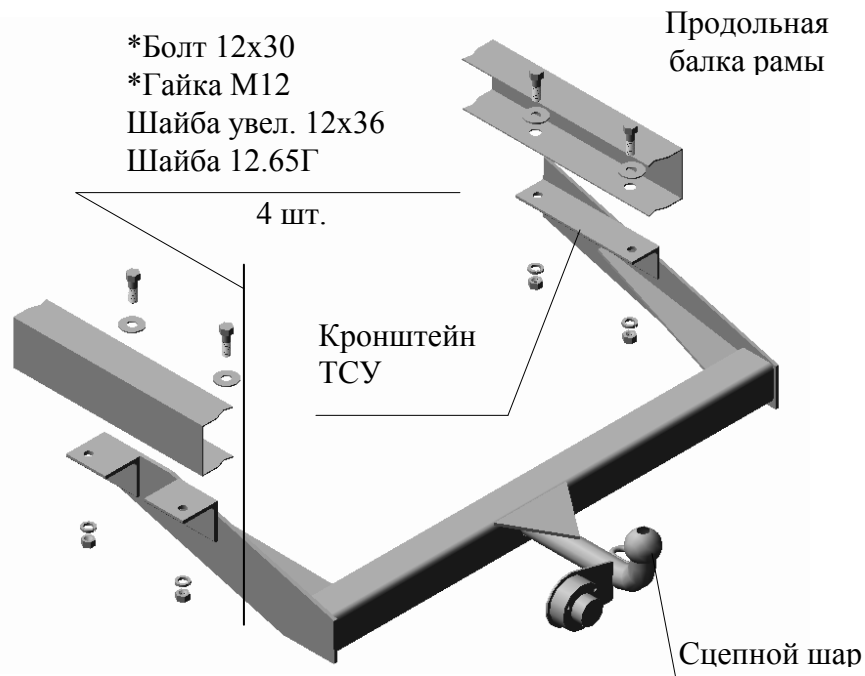

Рис.1 Тягово-сцепное устройство ТСУ 2705.02
2.2 Пакет комплектующих (см.рис.1)	1 шт.
4.2 Наметить и просверлить четыре отверстия диаметром 12,5...13 мм в нижних полках продольных балок рамы, используя ТСУ, как кондуктор. Закрепить ТСУ на автомобиле в соответствии с Рис. 1.